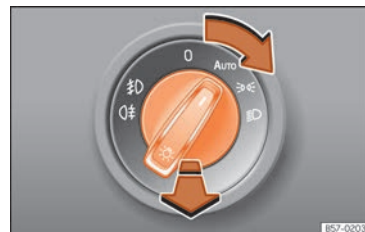

Fig. 45 Tablero de instrumentos: mando de las luces.
- Gire el interruptor hacia la posición deseada » » » **fig. 45**.